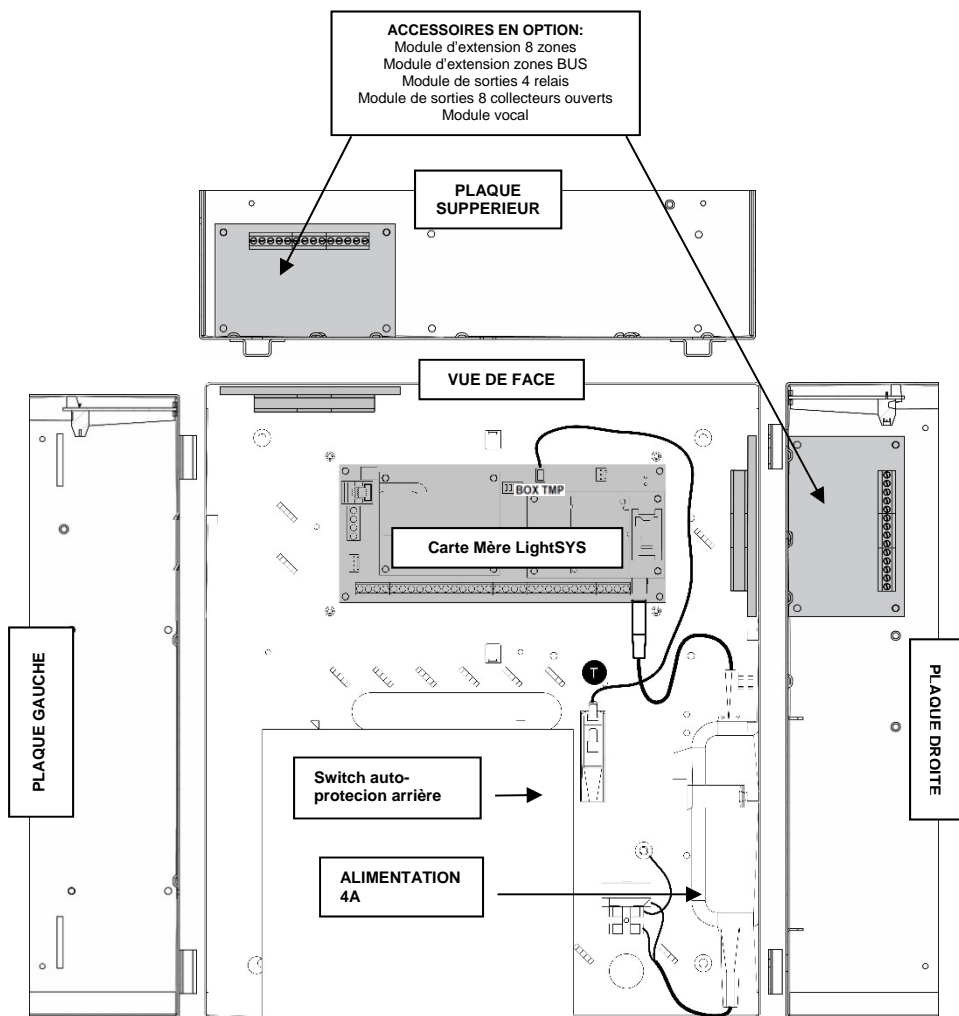

Figure 3
1. Installer la carte mère LightSYS comme indiqué ci-dessus (figure 3).
3. Connecter le câble d'auto-protection arrière ① au connecteur BOX TMP.
4. Connecter le câble de terre sur le bornier de la carte mère ②